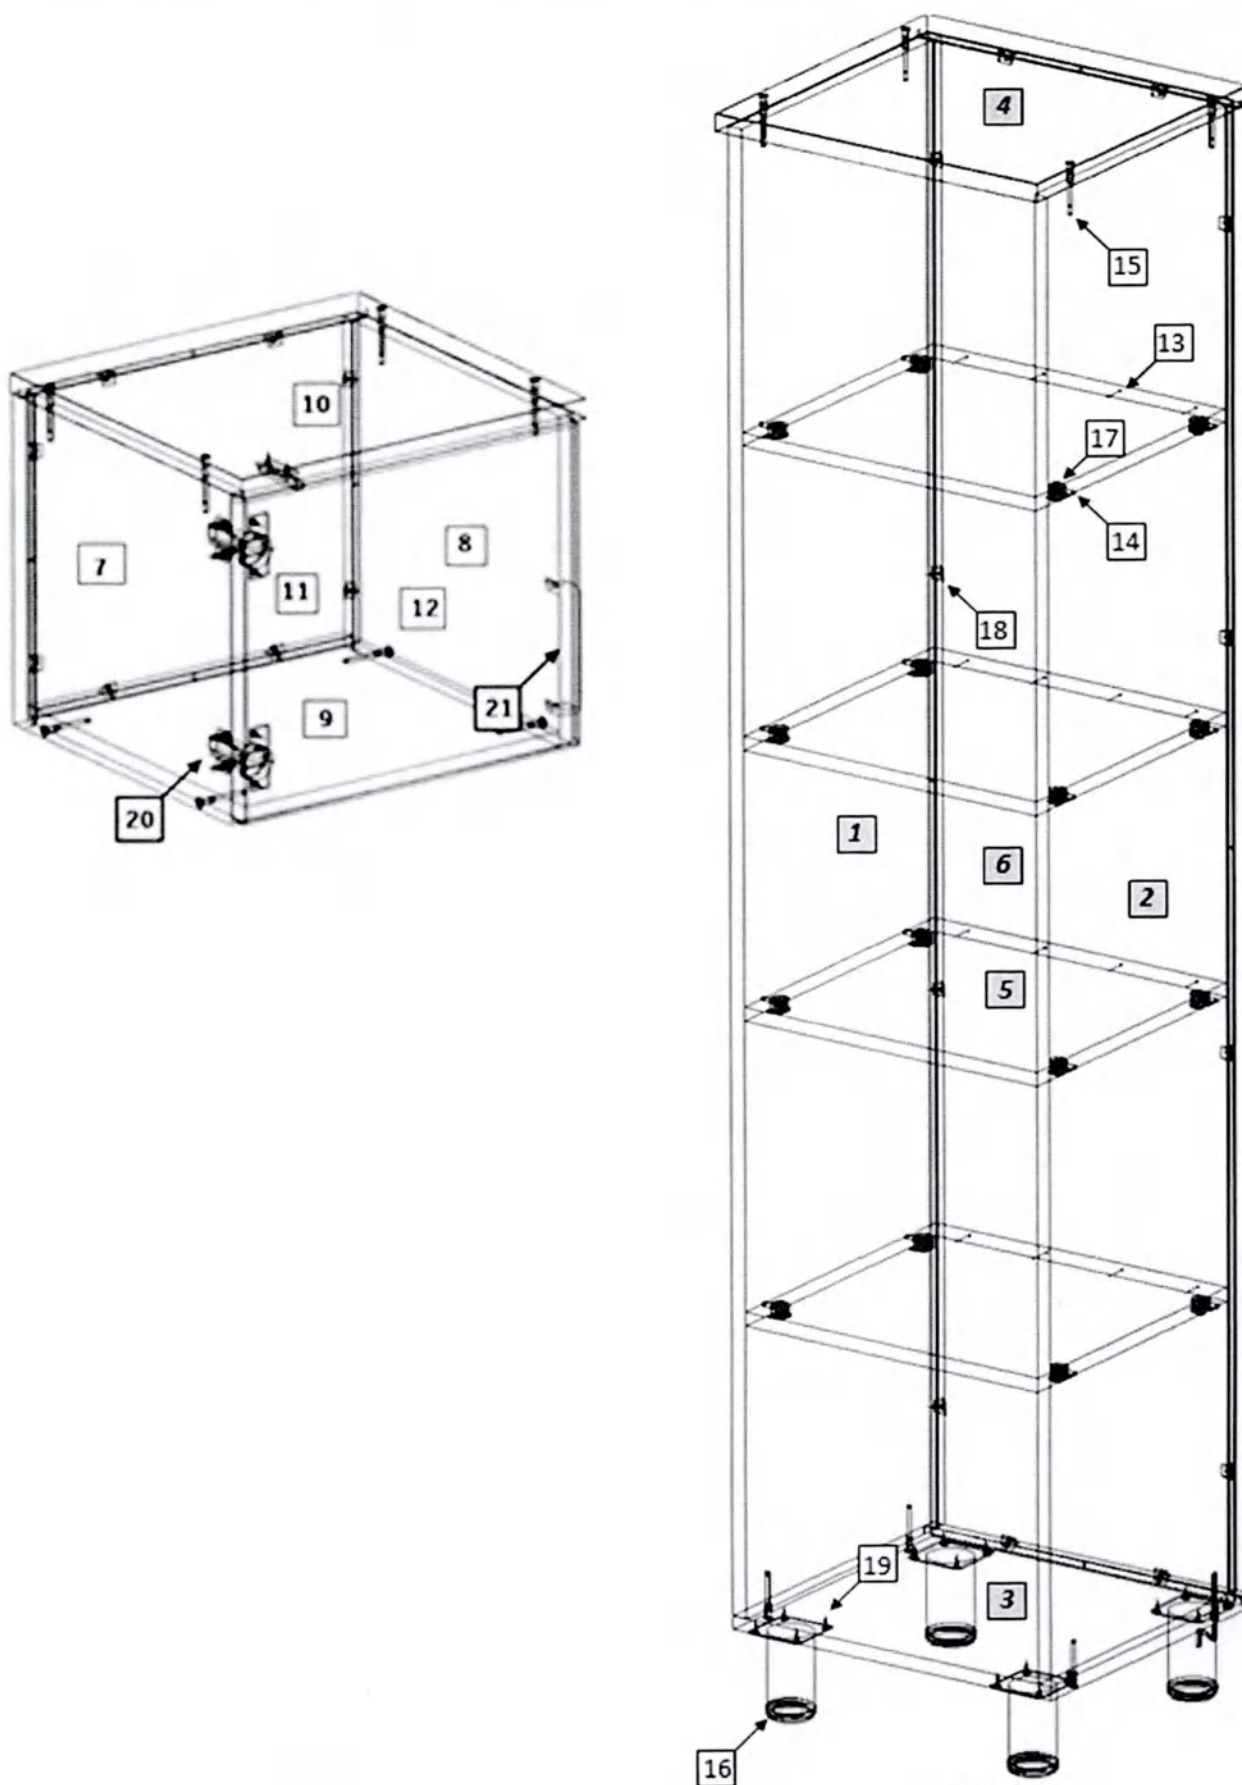

Рис. 1
1. Внимательно ознакомьтесь со схемой сборки, изображённой на рис. 1, сверяясь со спецификацией на изделие. Согласно схеме и спецификации определите расположение деталей в изделии и порядок их сборки. Сборка производится на ровном полу, укрытом материалом, предотвращающим повреждение покрытия пола и деталей мебели. Подготовьте необходимые для сборки инструменты – плоскую и крестовую отвёртки, молоток, рулетку или линейку, шуруповёрт.
2. На боковых стенках (1,2) установите ввинчиваемые дюбели эксцентриковых стяжек (8). На горизонтальных стенках (5) установите эксцентриковые стяжки (11). Евровинтами (9) соедините боковые стенки (1,2) с горизонтальной нижней стенкой (3) и крышкой (4), установив в пазы заднюю стенку (6). Закрепите заднюю стенку в пазах уголками (12). Установите и закрепите горизонтальные стенки (5), гвоздями (7) зафиксируйте к ним заднюю стенку. На горизонтальной нижней стенке (3) шурупами (13) закрепите опоры (10).